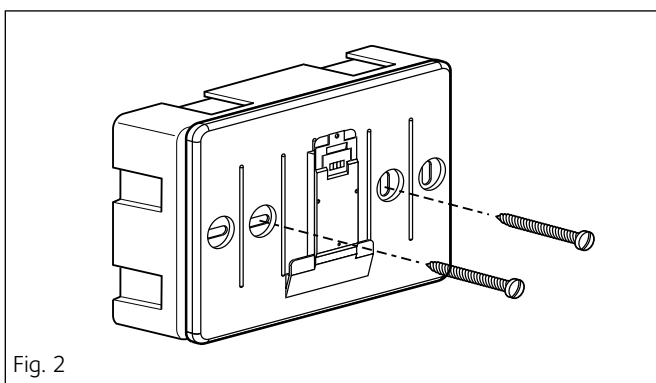

Fig. 2
- fixer la base de l'appareil au boîtier mural, à l'aide des vis fournies dans le kit (fig.2),